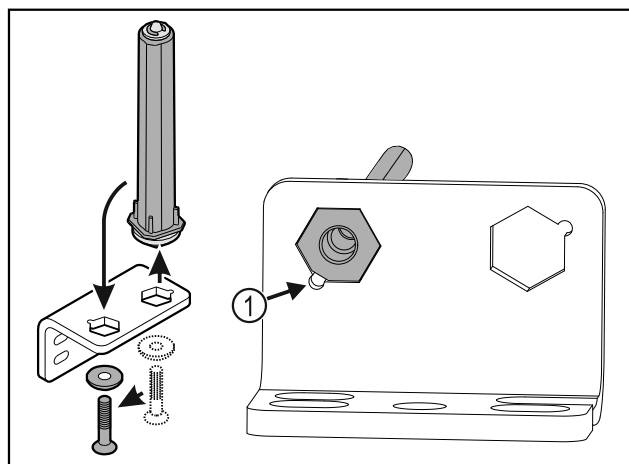

Fig. 30
- ▶ Проследите за тем, чтобы при установке скос пальца Fig. 30 (1) указывал в направлении круглого отверстия.